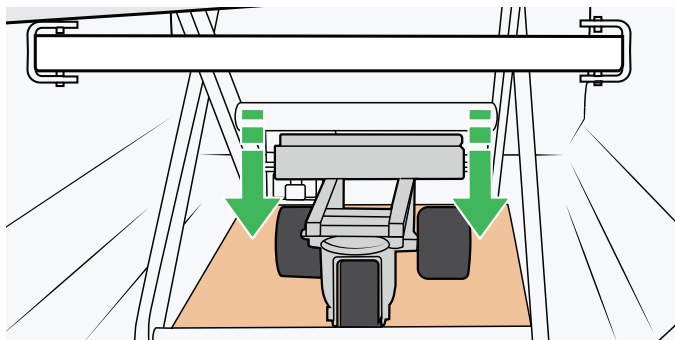

Figure 11
8. Abaissez la baignoire et assurez-vous que la traverse centrale se trouve dans le chariot. Voir Figure 11.